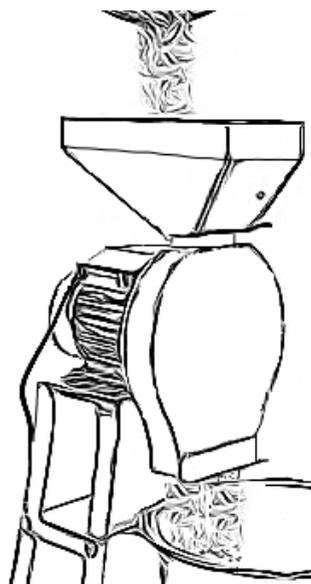

Bild 7
- Fyll antingen behållaren (2) med en lämplig mängd torrfoder eller tryck in torkade majscolvar i insatsen (4) en efter en. (Bild 7)